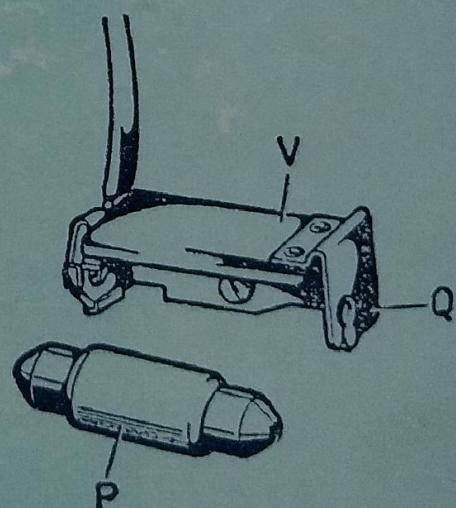

FIG. 21
- sacar del portalámpara "V" (fig. 21) la lámpara "P",